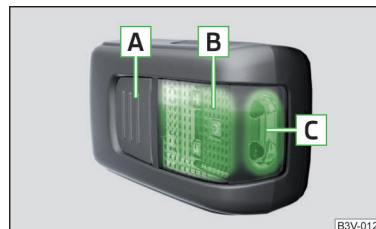

Abb. 153
Beschreibung der Leuchte » Abb. 153
- Zum **Einschalten** der herausgenommenen Leuchte die Taste **A** drücken » Abb. 153. Durch erneutes Drücken wird die Leuchte **ausgeschaltet**.
Wird die Leuchte nicht ausgeschaltet und korrekt in die Halterung eingesetzt, dann werden die LED-Leuchtmittel im vorderen Teil der Leuchte **C** » Abb. 153 automatisch ausgeschaltet.